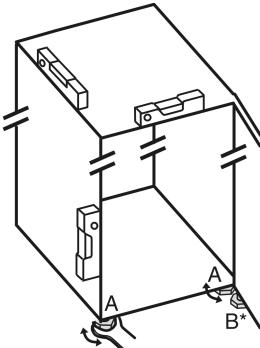

Fig. 5
- 用随附的开口扳手将垫脚 Fig. 5 (A)借助水平仪旋出, 直至稳固、平坦对齐冰箱。
- 使用随附的开口扳手旋出托架上的垫脚 Fig. 5 (B), 直至垫脚平置于地板。
► 将垫脚 Fig. 5 (B)继续旋转 90°。